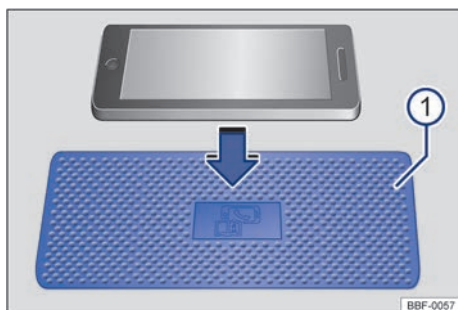

Fig. 107 Porta-objetos com esteira para a função de carga sem fio. O símbolo no tapete de revestimento pode ter uma aparência diferente em alguns veículos.
Dependendo da versão do veículo, a área de carregamento → Fig. 107 ❶ para a função de carregamento sem fio está localizada no centro do console central ou no compartimento de armazenamento na área entre os bancos da frente.